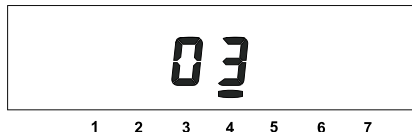

Рисунок 5.8
5.2.4.5 Окно «Служебные параметры» (рисунок 5.8).